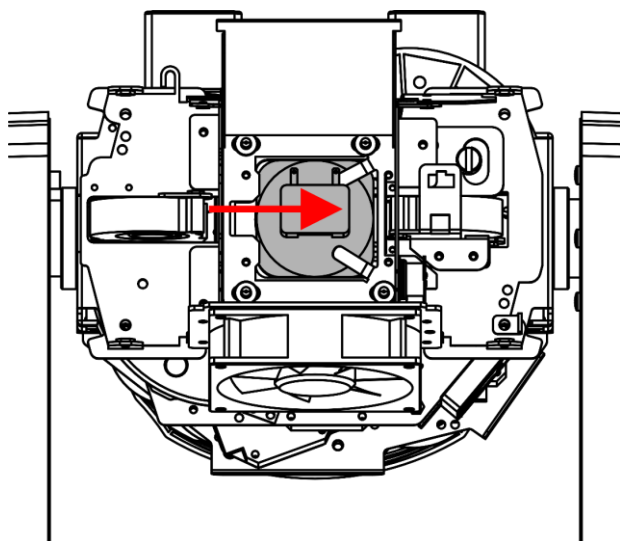

Fig. 21
- 05) Empuje la lámpara hacia la derecha con cuidado para que quede contra los 2 resortes del lado derecho (Fig. 21).